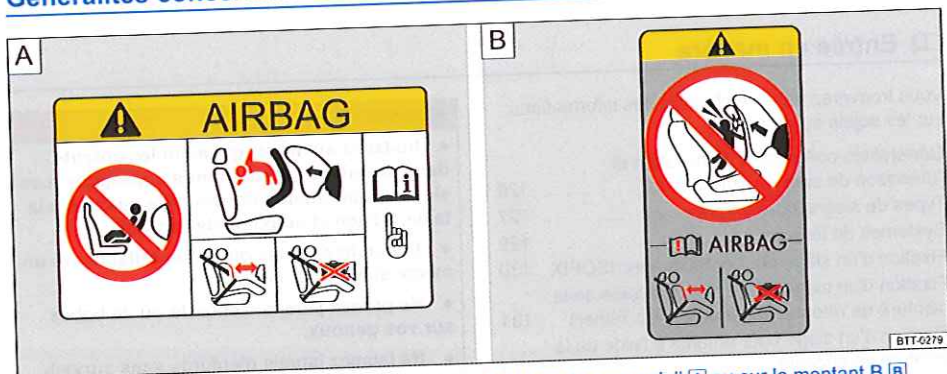

Fig. 90 Schéma de principe : autocollant de sac gonflable sur le pare-soleil A ou sur le montant B B
- Sur le pare-soleil du conducteur et/ou du passager avant $\Rightarrow$ fig. 90 A